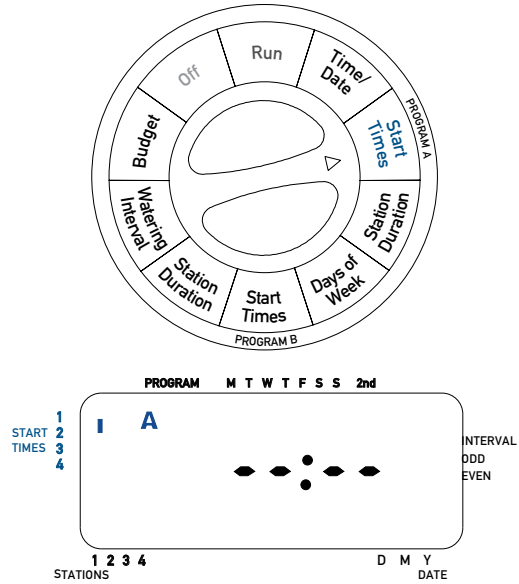

Figura 3: pantalla LCD con hora de inicio
- Gire la perilla hasta la posición **CYCLE START TIMES (HORAS DE INICIO DEL CICLO)** en el «Programa A». La pantalla mostrará una «A» y un cursor parpadeante debe ubicarse al lado de «Cycle Start Time 1» (hora de inicio 1 del ciclo) (en el costado izquierdo de la pantalla LCD). De lo contrario, presione la tecla **NEXT (SIGUIENTE)** hasta que el cursor se encuentre al lado de «Cycle Start Time 1» (hora de inicio 1 del ciclo). [Ver la Figura 3]